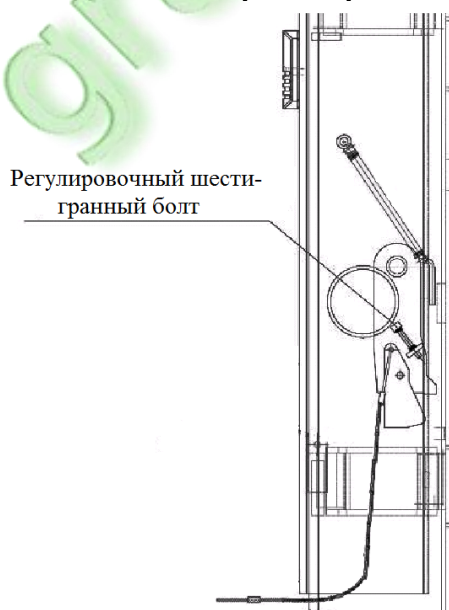

Рис. 12
2. Проверьте в динамике работу механических стопоров в каретках. Регулировка стопоров в случае их неправильной работы производится при помощи шестигранного болта, как показано на рис.12 (при затрудненной разблокировке стопора регулировка производится по часовой стрелке, при плохой блокировке – против).